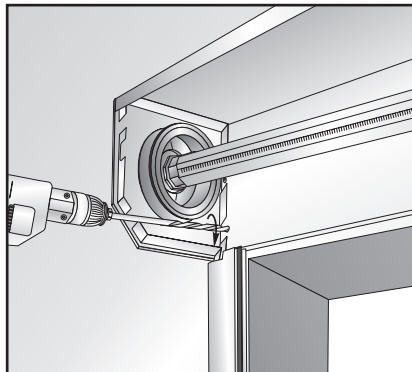

Рис. 17. Разметка отверстия для ленточного и шнурового приводов
- 4) Установить защитную пружину для шнурового или трубку для ленточного приводов (рис. 17).